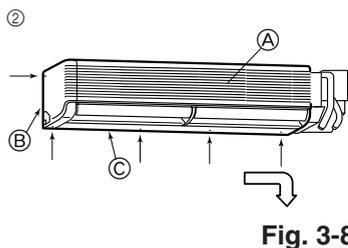

Fig. 3-8
- ② Tag bort de fem skruvarna markerade med pilar i diagrammet. (Fig. 3-8)
- ③ Tag bort vänster sidopanel och sedan den undre panelen.